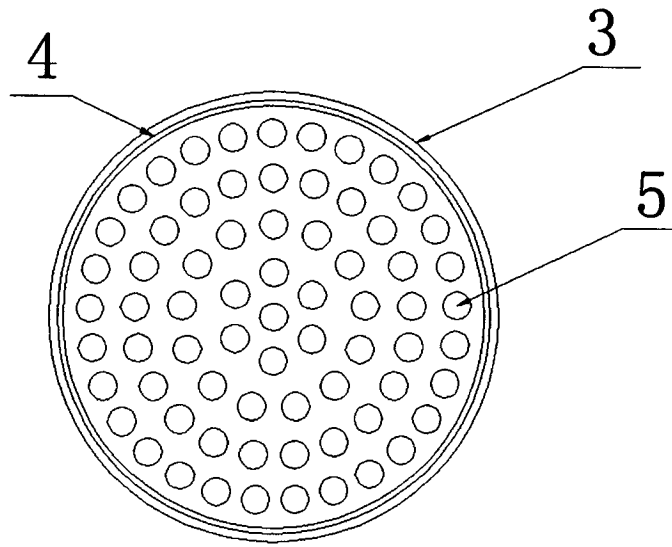

图 4
权利要求书 1 页 说明书 2 页 附图 4 页
- [0011] 图 4 是本实用新型的灯壳、灯罩、LED 灯珠及固定灯板部分结构示意图；